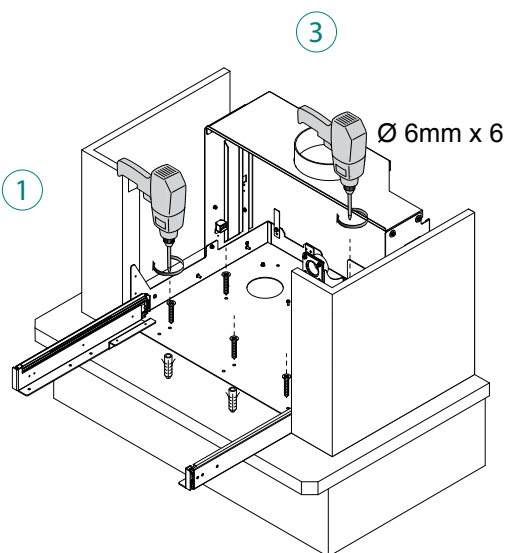

fig. 6.1.9
- 9) Insérer les chevilles de 6 mm dans les trous effectués et fixer la base avec les vis. (3) - (Fig. 6.1.9)